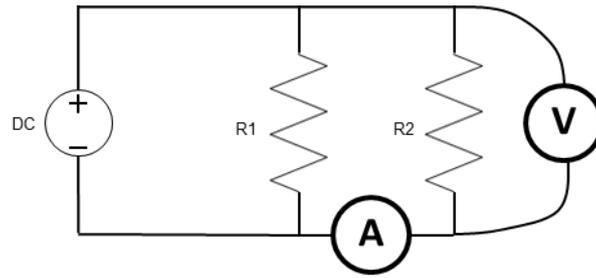

Figure 7 : Montage de mesure indirecte de résistances en parallèle.
3.3. Brancher le générateur HAMEG et les multimètres comme le montre la figure 7.